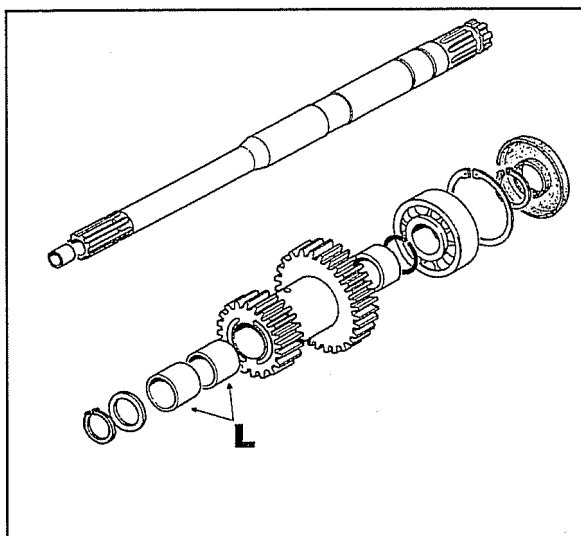

Fig. 5
A fig. 5 mostra o conjunto dos particulares da tomada de força sincronizada.
5. Extrair e substituir os casquilhos **L** fig. 5 da engrenagem dupla.